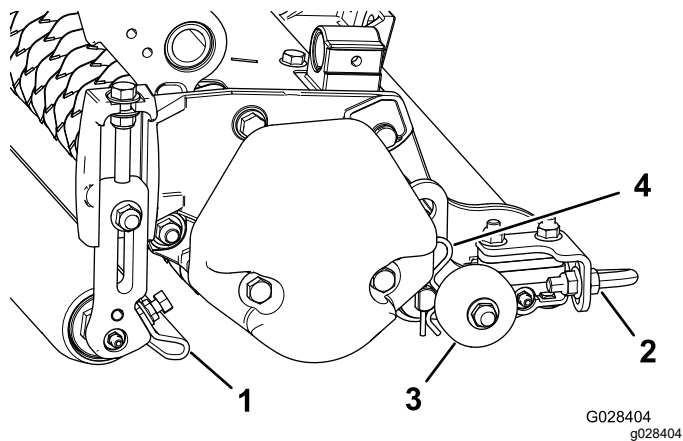

图 11
1. 松开固定滚筒刮刀的凸缘螺母 图 11。
重要事项 在切根刀下放到底板或从主机中拆下之前应放低行走滚筒 图 11 以防止刀片接触到坚硬的表面。